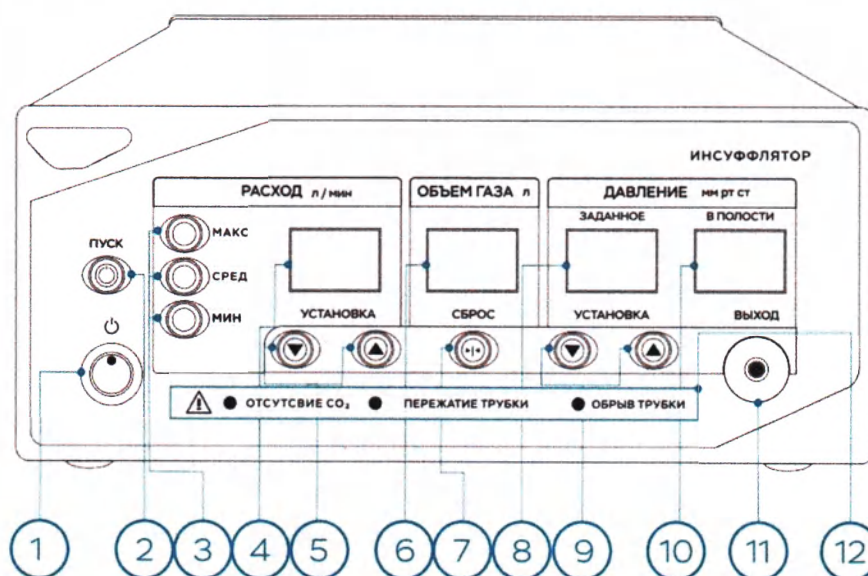
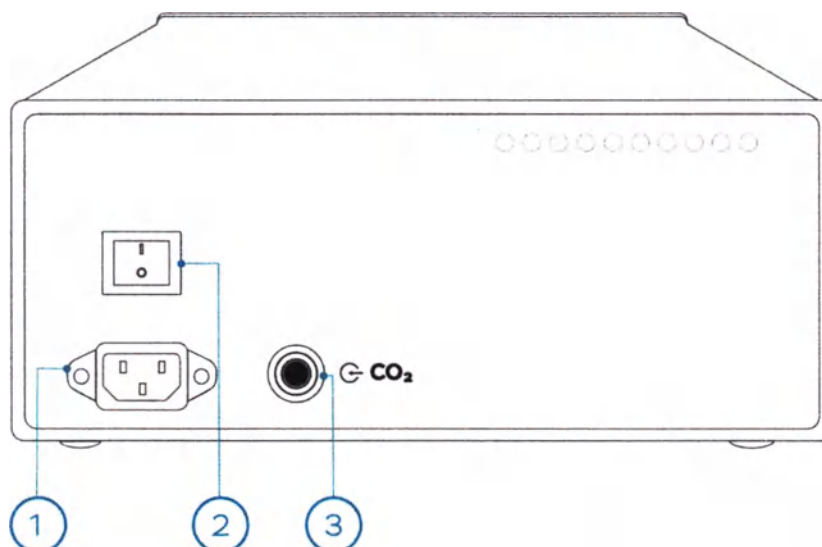

Рисунок 1 – Общий вид передней панели
Рисунок 2 – Общий вид задней панели
Давление в полости оперируемого пациента, устанавливается кнопками **УСТАНОВКА** (поз.9, рис.1) и контролируется по индикатору **ДАВЛЕНИЕ мм рт. ст. ЗАДАННОЕ** (поз.8, рис.1).
Скорость подачи газа задается кнопками **УСТАНОВКА** (поз.5, рис.1) контролируется по индикатору **РАСХОД л/мин** (поз.4, рис.1).
Давление газа во внутренней полости оперируемого пациента контролируется по индикатору **ДАВЛЕНИЕ мм рт. ст. В ПОЛОСТИ** (поз.10, рис.1).
Количество израсходованного газа контролируется по цифровому индикатору **ОБЪЕМ ГАЗА л** (поз.6, рис.1).
Обнуление показаний индикатора **ОБЪЕМ ГАЗА л** (поз.6, рис.1) выполняется кнопкой **СБРОС** (поз.7, рис.1).
Включение подачи газа осуществляется кнопкой **ПУСК** (поз.2, рис.1). При нажатии на кнопку **ПУСК** (поз.2, рис.1) включается подача газа в соответствии с установленной скоростью подачи газа и обеспечивается контроль давления газа в полости оперируемого пациента.
Выключение подачи газа производится повторным нажатием на кнопку **ПУСК** (поз.2, рис.1).
- 1) Отсутствие газа на входе инсуффлятора. **ОТСУТСТВИЕ CO₂** (поз.12, рис.1).
- 2) Пережатие трубки подачи газа от инсуффлятора до инструмента. **ПЕРЕЖАТИЕ ТРУБКИ** (поз.12, рис.1).
- 3) Обрыв трубки подачи газа от инсуффлятора до инструмента. **ОБРЫВ ТРУБКИ** (поз.12, рис.1).
5.2.1. Соединить инсуффлятор с источником углекислого газа давлением в диапазоне 0,1-0,7 МПа. Для этого шланг высокого давления вставить в разъем CO_2 (рис.2, поз.3). Другой конец шланга подсоединить к источнику углекислого газа.
5.2.2 Соедините трубку присоединительную со выходным штуцером (рис.1. поз.11). Между ними должен быть установлен фильтр абактериальный.
5.2.3 Вставьте шнур питания инсуффлятора в разъем для подключения шнура питания (рис. 2, поз. 1), расположенный на задней панели и подсоедините к питающей сети.
5.4.1 Включить питание инсуффлятора нажатием на сетевой выключатель (поз.2, рис.2). Нажать на кнопку  включения прибора (поз.1, рис.1).
5.4.3 Задать нужное давление кнопками **УСТАНОВКА** (поз.9, рис.1), контролируя задаваемое значение по индикатору **ДАВЛЕНИЕ мм рт. ст. ЗАДАННОЕ.**
5.5.3 Подсоединить троакар и задать кнопками выбора предустановленной скорости подачи газа **МИН, СРЕД, МАКС** (рис.1, поз.3) один из режимов подачи газа, контролируя по соответствующим индикаторам включение режима. Скорость подачи газа задается кнопками **УСТАНОВКА** (поз.5, рис.1) контролируется по индикатору **РАСХОД л/мин** (поз.4, рис.1).